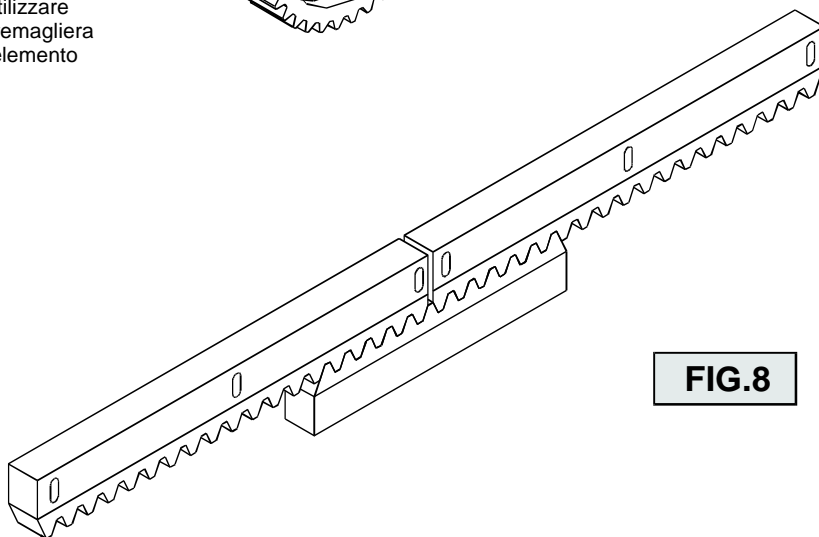

FIG.8
- Ripetere l'operazione per gli altri spezzoni tenendo presente che: quando si accosta un nuovo elemento si consiglia di utilizzare uno spezzone di 150 mm circa di cremagliera posizionandolo metà nei denti dell'elemento già saldato e il rimanente nei denti dell'elemento nuovo (vedi Fig. 8).